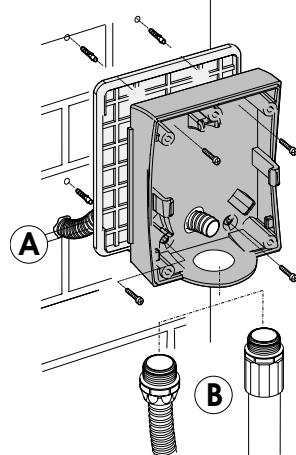

Fig. 2
- Wall with embedded tube (fig.2 item A) or with outer tube/sheath (fig.2 item B).
- Au mur, à l'aide d'un tube à enca斯特rement (Fig.2- réf. A) ou d'un tube/gaine externes (Fig.2- réf.B).
- En pared con tubo que se encaja (fig. 2 ref. A) o con tubo/vaina externos (fig.2 ref. B).
- Wandmontage mit unter Putz verlegtem Installationsrohr (Abb. 2 - Pos. A) oder mit Installationsrohr/Kabelmantel auf Putz (Abb. 2 - Pos. B).